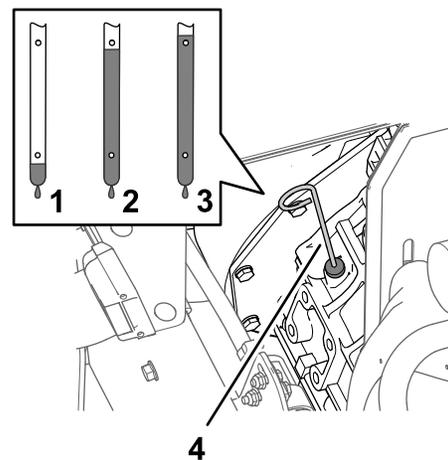

Figura 77
6. Retire la varilla y compruebe el nivel de aceite del motor (Figura 77).
7. Añada lentamente más aceite del tipo especificado para que el nivel llegue a la marca Lleno de la varilla (Figura 77).